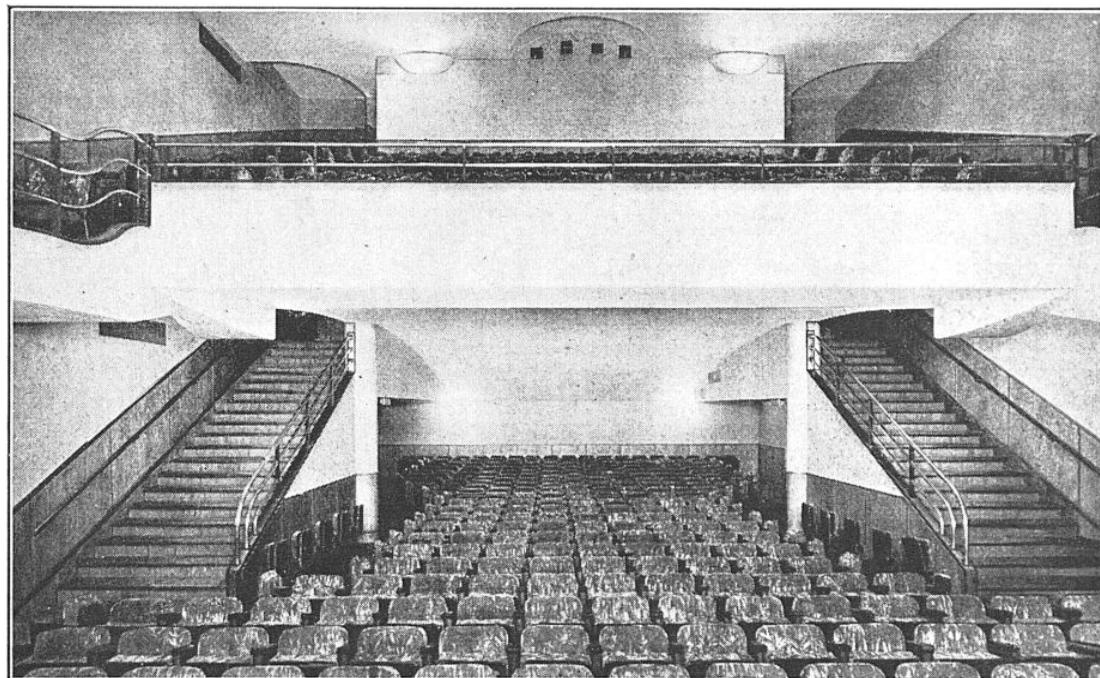

FIG. 6. — UNE SALLE EXPONENTIELLE VUE DE FACE
Le problème *intérieur*, qui consiste à faire entendre parfaitement les spectateurs, peut donc se résoudre sans difficultés majeures. Il est regrettable de constater que la plupart des salles nouvelles ne sont pas établies selon cette règle. Nous reproduisons figure 6 la photographie d'une petite salle parisienne qui n'a guère plus de 500 places et qui, du point de vue sonore, est absolument parfaite. Equipée avec les appareils dits « *Wide-Range* » (1), son plafond conti-
(1) Voir *La Science et la Vie*, n° 223, page 69.